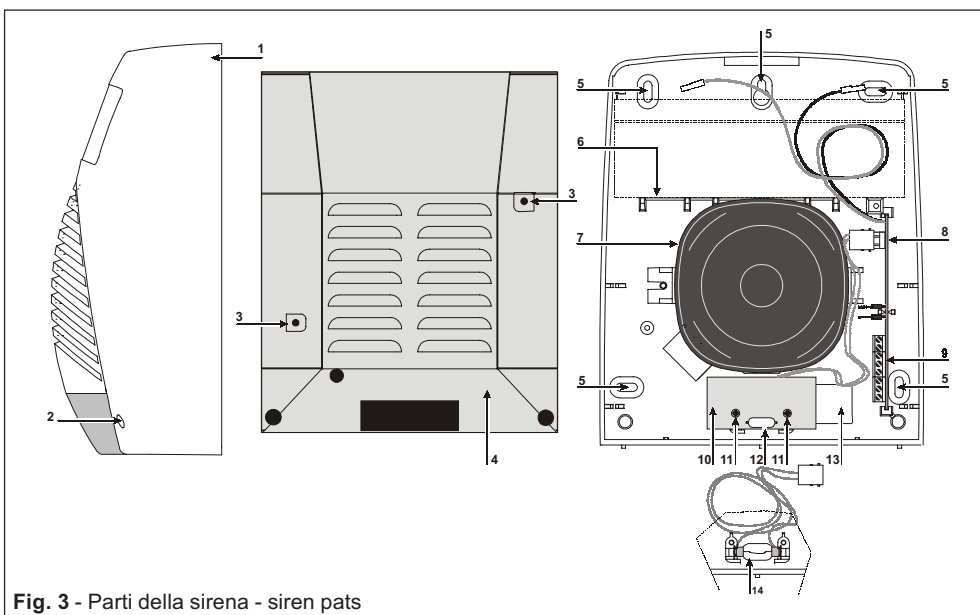

Fig. 3 - Parti della sirena - siren parts
Per facilitare l'operazione di installazione, nella confezione troverete una dima per la foratura e viti per il fissaggio. Sulla dima sono disegnati 5 fori : **F1, F2, F3, F4, F5**, corrispondenti a quelli di fissaggio posti sul fondo della sirena. Quest'ultima andrà fissata ai punti **5** (fig. 3).
Pull the control panel cables through the cable passage **PC (13)** (see fig. 3).
subito dopo collegare la batteria, posizionata sull'apposita mensola 6 (fig. 3): la tromba emetterà un piccolo suono ed il lampeggiatore entrerà in funzione. Fissate allora il sottocoperchio ed il coperchio della sirena ed attendete che il lampeggiatore smetta di funzionare (20 secondi circa). A questo punto la sirena è funzionante e pronta per un eventuale collaudo.
as per fig. 3.